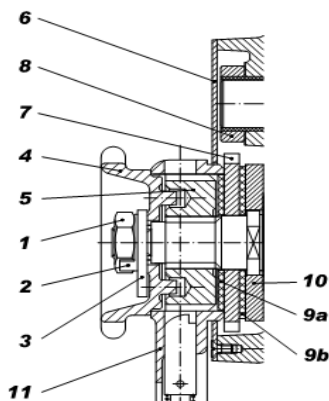

Рис. 8 Монтаж тормоза.
Ослабьте шайбы (2) и снимите гайку (1). Снимите шайбу (2) и упор (3), ручное колесо (4), колесо (5) и ручной рычаг (11). Снимите кожух (6) и тормозной вкладыш (9a), рогатку (7), и тормозной вкладыш (9b) и шайбу (10). Смонтируйте. (рис. 8)
Снимите гайку (1) снимите и поверните упор (3) чтобы между зубом (2A или 2B) был угол 50 градусов. В случае не возможности достичь требуемого, рис. 8. Регулировка тормоза снимите ручное колесо (4), затем поверните таким образом, чтобы между упором (3) и некоторым из зубов (2A или 2B) был требуемый угол. Проведите испытание тормоза.
3. Проверьте тормозные колодки, собачку и рогатку, (детали 9a, 9b, 7 и 10 на рис. 8), очистите.